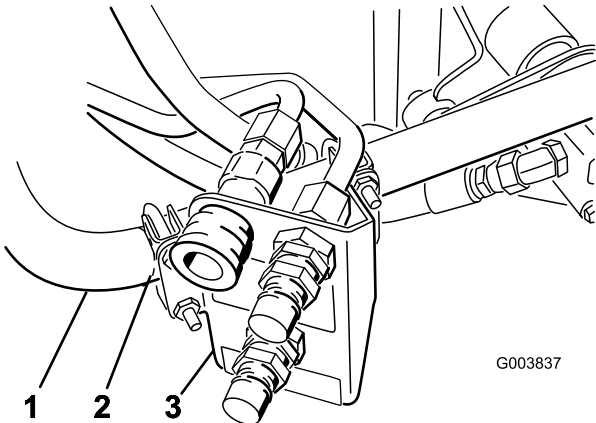

Figura 11
3. Posicione provisionalmente el soporte de los acoplamientos en el tubo redondo del bastidor; consulte Figura 11.